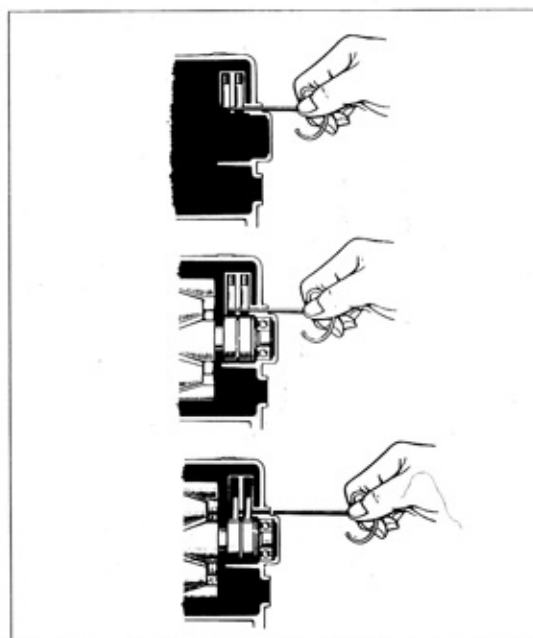

図8-2-7 エンド フレーム組み付け
①エンド フレームを取り付けるときは図8-2-7のように針金を通してブラシが下がらないように引っ掛けておく。